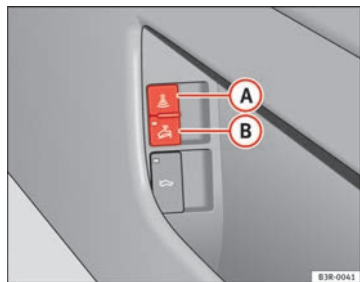

Fig. 78 Interruptor de la vigilancia del habitáculo
- Abra la puerta y tire del interruptor  con el símbolo  a un lado del compartimento portaobjetos de la puerta del conductor $\Rightarrow$ fig. 78.